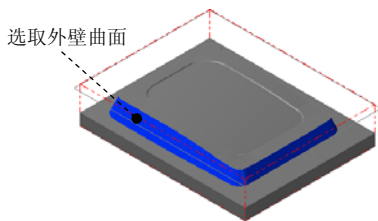

图 5.18 选取加工面
(1) 在图形区中选取图 5.18 所示的面（共 18 个），按 Enter 键，系统弹出“刀具路径的曲面选取”对话框。